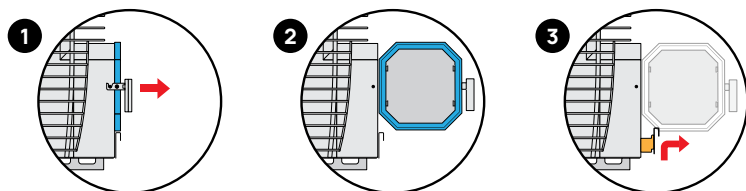

Figura 15. Desmontaje del cajón de cenizas del HIVE Flow.
- Para extraer el cajón de cenizas para vaciarlo, abra la puerta del fogón, levante ligeramente el cajón de cenizas y, a continuación, tire de él hacia fuera (el cajón de cenizas dispone de un limitador de seguridad que impide que se abra excesivamente durante el calentamiento). Consulte en la **Figura 15**.